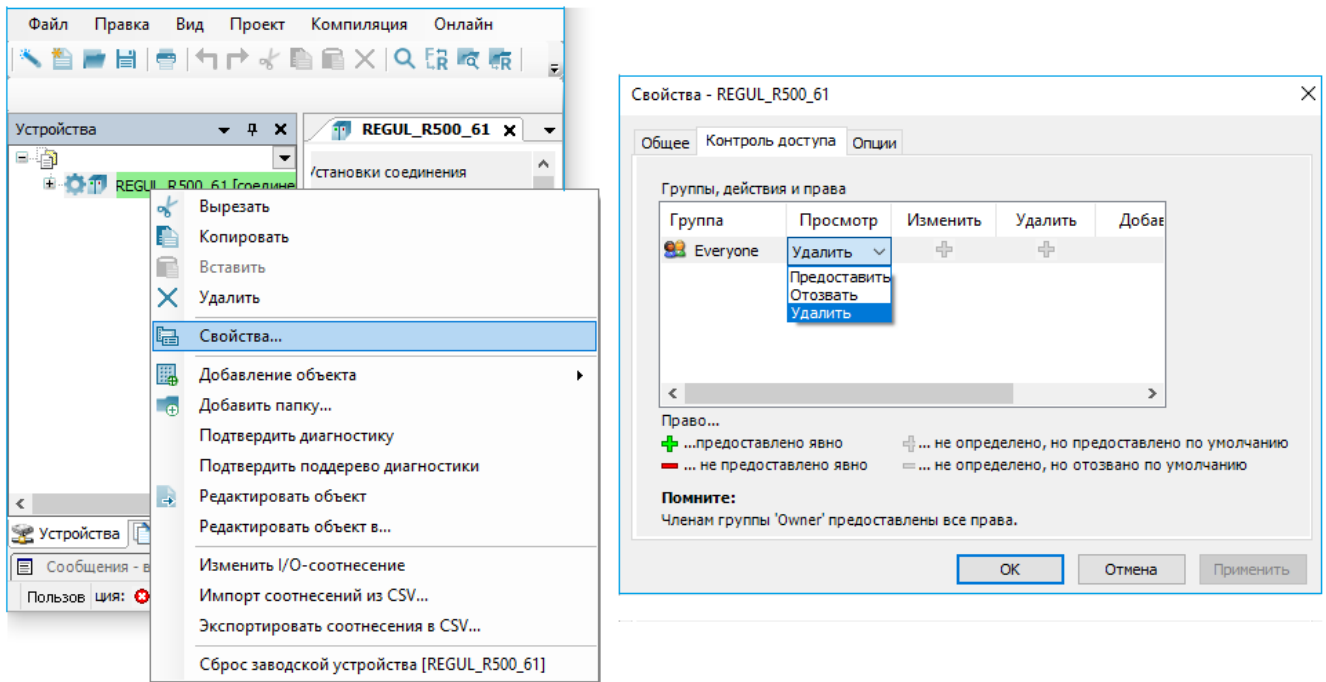

Рисунок 290 – Диалоговое окно контроля доступа
- в всплывшем диалоговом окне перейдите на вкладку **Контроль доступа (Access control)** (Рисунок 290). Здесь можно задать права доступа к текущему объекту для разных групп пользователей. Для того чтобы изменить право на конкретное действие конкретной группы, выберите соответствующее поле, щелкните мышкой, чтобы открылся список для выбора нужного права.